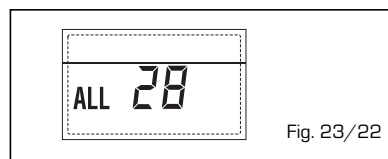

Fig. 23/22
- **ANOMALIA NUMERO SCHEDINI COLLEGATI "ALL 29"** (fig. 23/23)